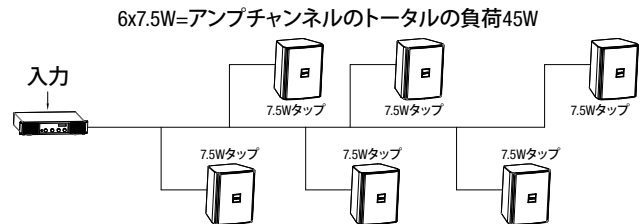

図4.
- 付属の六角レンチをゴムのプラグの奥にある穴に差し込んでください。六角レンチが動かないと感じるまで、軽く押し続けてゆっくりと回転させてください。図4で示されているように、InvisiBall™留め金を緩めてください。
分散配線システム-Revel(レベル) M55XC & M80XCモデルは70W/100V 60Wの可変式タップ・トランスを内蔵しました。この接続を採用するには、70V/100Vの線間電圧に対応可能なアンプの使用が必要です。一般的な8Ωスピーカーのように、アンプの「+」と「-」出力端子を直接でエンクロージャー背部の(+)と(-)入力端子にシンプルに接続してください。トランスタップをお望みのワット数にセットします。一般的な8Ωスピーカーと異なり、全スピーカータップの合計がアンプの電力定格を超えることはないという条件で、一つのアンプチャンネルに好きなだけのXCスピーカーを接続できます(図4をご覧ください)。